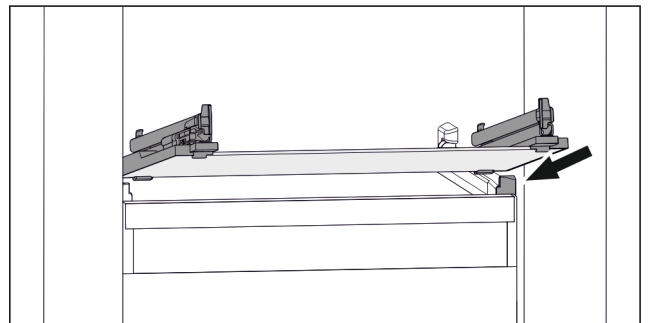

Fig. 119 Exemple de représentation de la tablette en verre
- ▶ Placer la tablette en verre, en l'inclinant, derrière les butées. (voir Fig. 119)